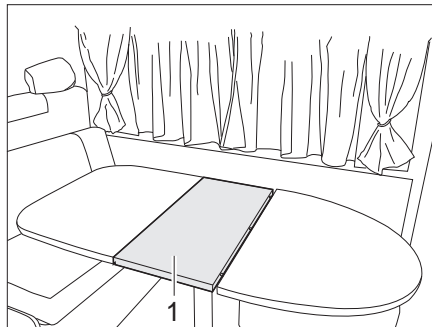

Fig. 100 Ampliar la mesa fija
- Insertar la prolongación del tablero de mesa (Fig. 100,1).
- Sacar la prolongación del tablero de mesa (Fig. 100,1) y guardarla seguramente.